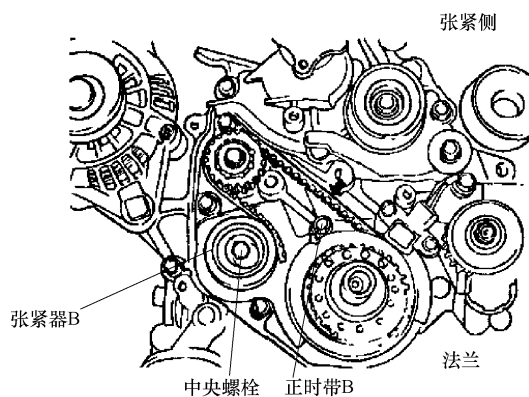

图 31-59 安装正时带 B 和张紧器 B
4) 安装正时带 B 和张紧器 B, 如图 31-59 所示。